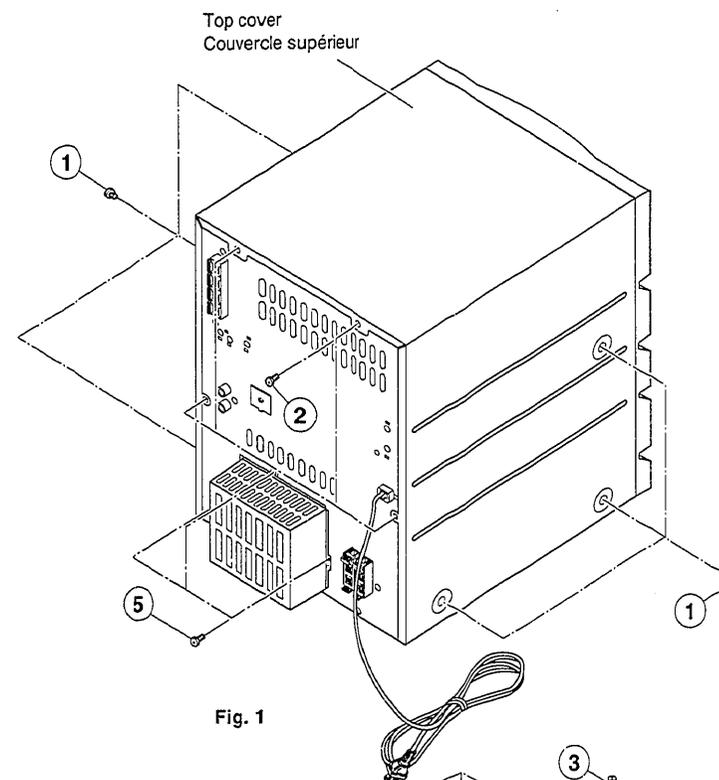

Fig. 1
SERVICE POINTS**1. Removal of Top Cover (Fig. 1)**
3. Removal of Rear Plate (Fig. 1, Fig. 2 and Fig. 3)
1. **Dépose du couvercle supérieur (Fig. 1)**
3. **Dépose de la plaque arrière (Fig.1, Fig. 2 et Fig. 3)**